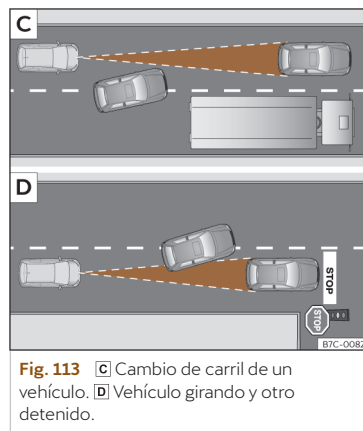

Fig. 113 **C** Cambio de carril de un vehículo. **D** Vehículo girando y otro detenido.
- Vehículos que cambien al carril por el que usted circula a poca distancia de su vehículo >>> **fig. 113 C**.
El ACC no reacciona ante vehículos detenidos. Si, p.ej., un vehículo detectado por el ACC gira o se aparta y delante del mismo se encuentra un vehículo detenido, el ACC no reaccionaría ante este último >>> **fig. 113** .